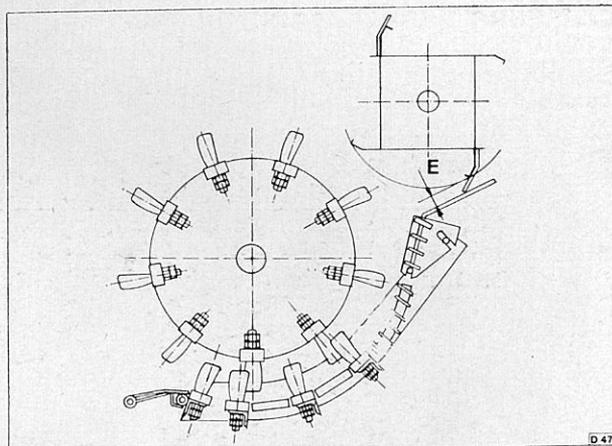

Fig. 223
- Régler l'extension du contre-batteur de 30 à 50 mm (1 3/16" à 1 31/32") du tire-paille (distance E, Fig. 223).